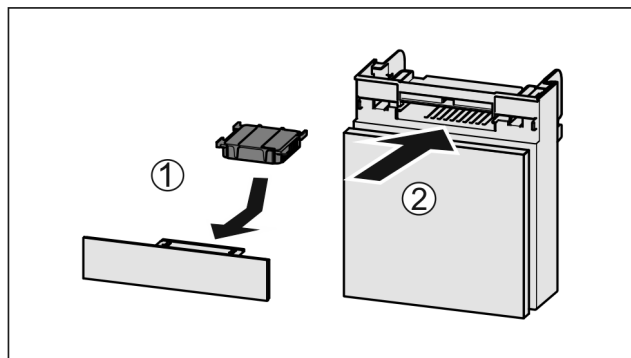

Fig. 173
- Vložte aktívny uhlíkový filter podľa obrázka Fig. 173 (1).
- Zasuňte zásuvku Fig. 173 (2).